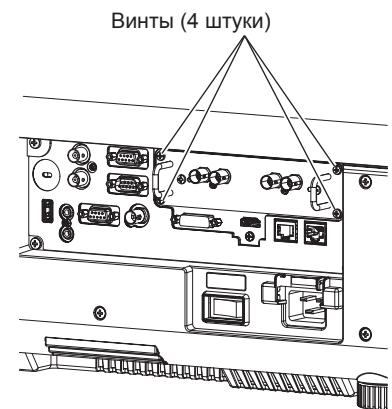

Рис. 3
3) Зафиксируйте Интерфейсную плату. (Рис. 3)